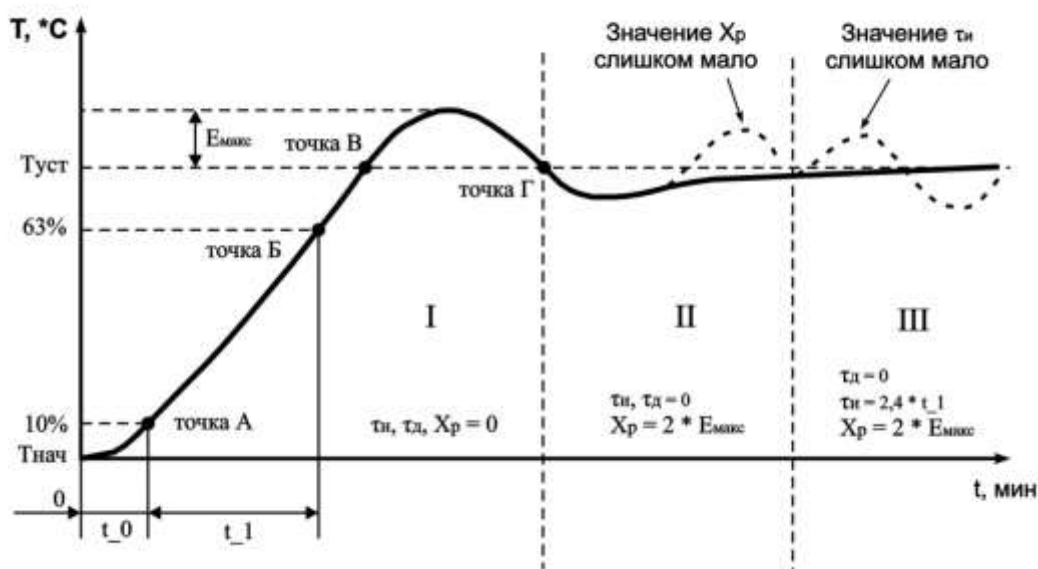

Рисунок 7.1 - Ручная настройка ПИД-регулятора
7.2.5.2.3 Установить значение параметра  $CH_1 = 3$  ( $CH_2$ ,  $CH_3$ ,  $CH_4$ ). После нажатия кнопки , на индикаторе отобразится мигающая надпись “ $PID$ ” с соответствующим индикатором номера настраиваемого канала в течении времени 10 сек (время может меняться в зависимости от установленного времени фильтра  $Ft_1$ ,  $Ft_2$ ,  $Ft_3$ ,  $Ft_4$ ). По окончании времени регулятор выдаст непрерывный максимальный выходной сигнал и на дисплее отобразится текущая температура с точкой в младшем разряде “xxx.”. В результате чего выходное реле нагрузки будет включено до тех пор, пока не будет достигнута величина температуры равная  $SP$  ( $T_{уст}$ ). После выключения реле нагрузки (стадия I, точка В на рисунке 7.1) некоторое время температура по инерции будет продолжать увеличиваться. Как только контролируемая температура опустится ниже  $SP$  ( $T_{уст}$ ), процесс автонастройки заканчивается (точка Г рисунок 7.1), на дисплее отображается непрерывная надпись “ $PID$ ”. ТР-101 вычисляет коэффициенты ПИД регулятора: полосу пропорциональности  $X_p$ , постоянную времени интегрирования  $t_i$ , постоянную времени дифференцирования  $t_d$ . После окончания автонастройки необходимо нажатием кнопки  перевести прибор в режим программирования, в котором можно посмотреть и скорректировать полученные значения коэффициентов.
7.2.6.3.6 Измерить максимальное значение перерегулирования между точками В и Г ( $E_{\max}$ , рисунок 7.1).